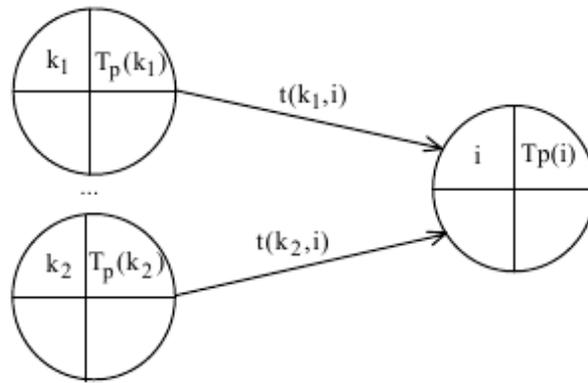

Рис. 9. Расчет ранних сроков наступления событий
2) для всех остальных событий  $i$ :  $T_p(i) = \max_{\forall(k,i)} [T_p(k) + t(k,i)]$ , где максимум берется по всем работам  $(k,i)$ , входящим в событие  $i$ ;  $t(k,i)$  – длительность работы  $(k,i)$  (рис. 9).